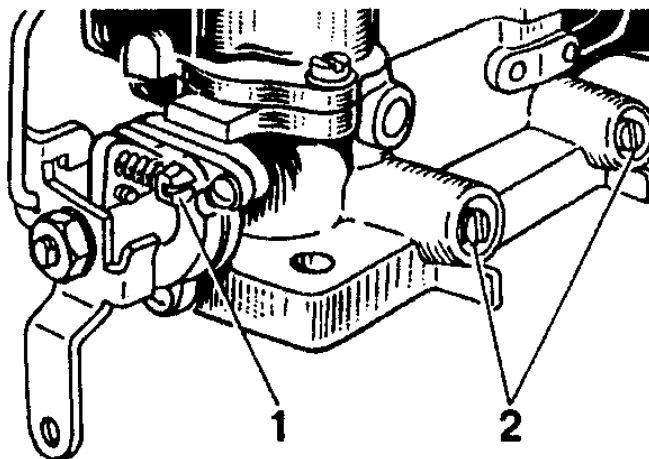

Рис.32. Регулировочные винты карбюратора:
- завернуть винты 2 (рис.32) состава смеси (винты качества) до упора, но не слишком туго, а затем каждый из них отвернуть на 4,5 оборота;